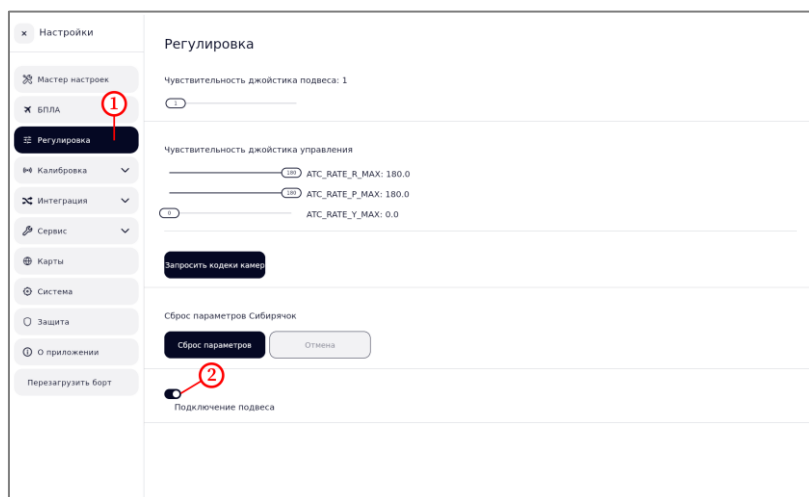

Рисунок 107 – Отключение подвеса
- в боковом меню выбрать пункт « Регулировка» (рисунок 107, шаг 1);
- отключить параметр «Подключение подвеса» (рисунок 107, шаг 2).